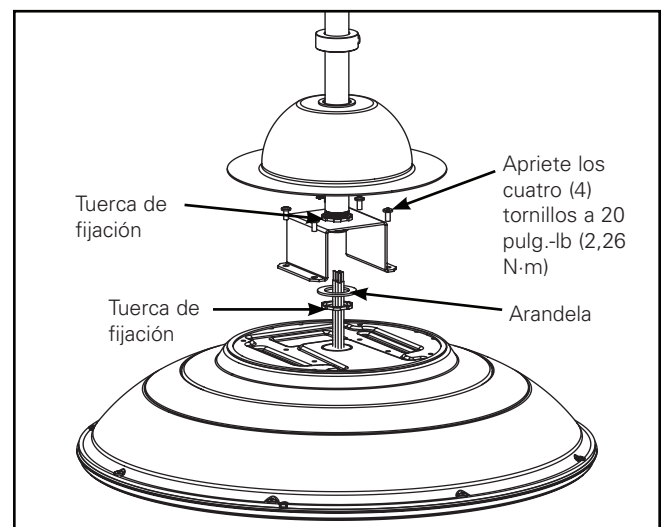

Figura 11.
3. Atornille (1) tuerca de fijación en el extremo roscado del caño en la parte superior del roscado.
4. Inserte el caño a través del soporte de montaje de la luminaria. (Figura 11).
5. Deslice (1) arandela y (1) tuerca de fijación en la parte inferior del caño y ajuste a un mínimo de 3 vueltas completas.